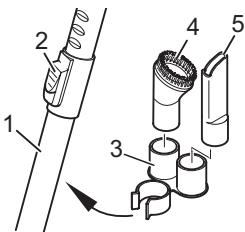

Abb. 5
5. Stecken Sie die Zubehörhalterung (Abb. 5/3) unterhalb der Teleskoprohr-Arretierung (Abb. 5/2) auf das Teleskoprohr (Abb. 5/1). Schieben Sie dann Möbelpinsel (Abb. 5/4) und Fugendüse (Abb. 5/5) auf die Aufnahmeverrichtungen.
- Als **Zubehör** sind die Fugendüse, der Möbelpinsel und die Polsterdüse im Lieferumfang enthalten. Sie können bei Nichtgebrauch an der Zubehörhalterung (Abb. 5/3) befestigt werden.